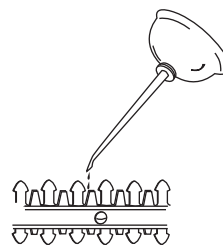

Fig. 6
- Appliquez une huile légère pour machines sur le bord supérieur de la lame (Fig. 6).